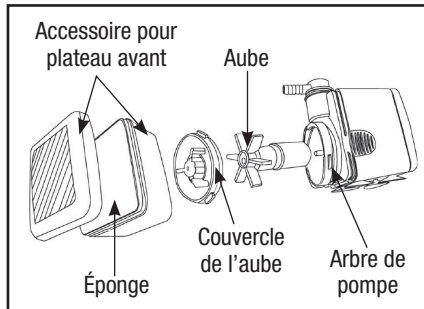

FIGURE 25
1. Démontez la pompe d'eau pour vérifier si des fissures ou de la saleté sont présentes à l'intérieur de la pompe (voir FIGURE 25).